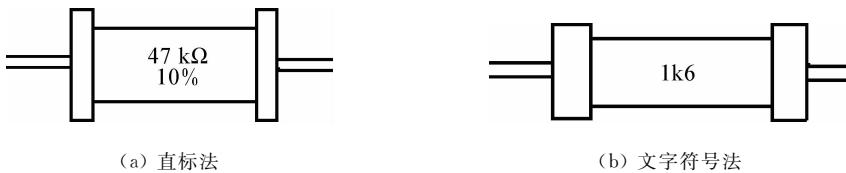

图 1-1-13 电阻器常用标准方法
(3) 电阻器和电位器型号命名法 根据国家标准 GB 2470—1981《电子设备用电阻器、电容器型号命名法》的规定,电阻器的型号由以下四部分组成,每一部分的确切含义如下说明。第一部分:主称,用字母表示,R 表示电阻器,W 表示电位器;第二部分:材料,用字母表示;第三部分:分类,用数字或字母表示;第四部分:序号,用数字表示。
(4) 电阻器和电位器的主要参数
① 标称阻值(简称标称值):标称值是产品标志的“名义”阻值,其基本单位为欧姆(Ω)。常用单位还有千欧($k\Omega$)、兆欧($M\Omega$)。
② 允许误差:允许误差表示电阻器和电位器实际阻值对于标称阻值的最大允许偏差范围。它表示产品的精度。普通电阻的允许误差分三个等级:允许误差为 $\pm 5\%$ 的称为Ⅰ级;允许误差为 $\pm 10\%$ 的称为Ⅱ级;允许误差为 $\pm 20\%$ 的称为Ⅲ级。精密电阻的允许误差分为 $\pm 0.5\%$ 、 $\pm 1\%$ 、 $\pm 2\%$ 三个等级。
③ 额定功率:在规定温度、一定的大气压下,电阻器在电路中能长期连续工作所消耗的最大功率就称为额定功率。常用的有 $1/16\text{ W}$, $1/8\text{ W}$, $1/4\text{ W}$, $1/2\text{ W}$, 1 W , 2 W , 5 W , 10 W , 25 W , 50 W , 100 W 等额定功率值。
(5) 电阻器和电位器的识读方法 电阻器常用的标注方法如图 1-1-13 所示: